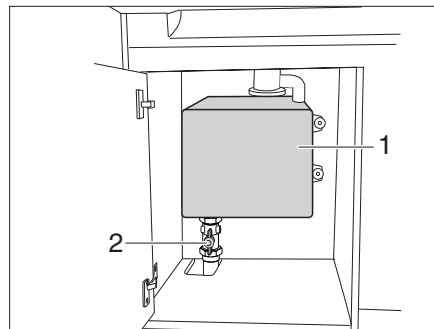

Fig. 146 Réservoir d'eaux usées intérieur
- Ouvrir le robinet à boule (Fig. 146,2) en dessous du réservoir d'eaux usées (Fig. 146,1). Les eaux usées sont envoyées dans la tuyauterie d'évacuation de la caravane.